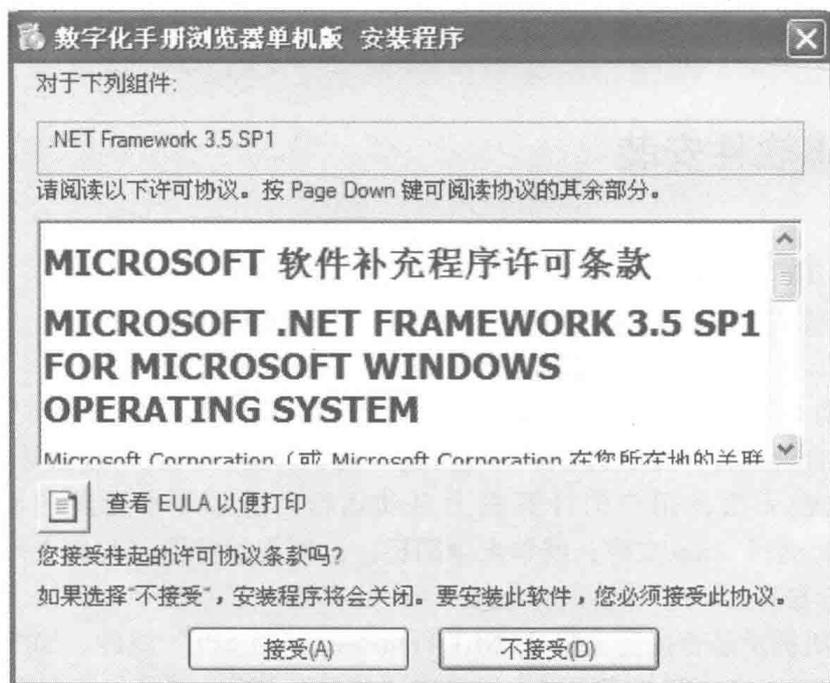

图 1-2 .NET 组件安装
- 3) 计算机提示是否接受安装“.NET Framework 3.5 SP1”组件，如图 1-2 所示。